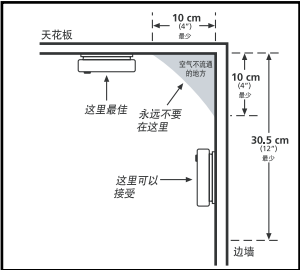
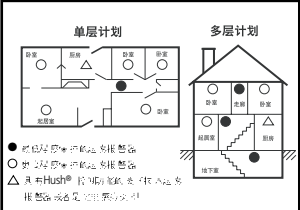

图 1
图 2
- 将报警器悬挂在天花板上时, 它与边墙至少应该有 10 厘米 (4 英寸) 的间距。(请参阅图 1)
- 将报警器安装在墙上时，请使用内壁的墙体，天花板与报警器上端的距离最少为 10 厘米（4 英寸），与下端的距离最多不超过 30.5 厘米（12 英寸）。（请参阅图 1）。
现代的车厢式住所与活动房屋都以节能的方式设计与建造。推荐烟雾报警器安装的方法如上所述（请参阅图 1 与图 2）。
用现在的标准衡量，使用时间较长的车厢式住所与活动房屋往往隔离的效果不够理想。无论是很热或是很冷，外部环境都很容易透过隔离效果很差的墙体与屋顶直接影响到室内温度。这有可能会形成隔热层，从而阻止烟雾接触到悬在屋顶的报警器。在这种建筑单元内，请使用内壁的墙体，天花板与报警器上端的距离最少为 10 厘米（4 英寸），与下端的距离最多不超过 30.5 厘米（12 英寸）。（请参阅图 1）
如果你不确定你的车厢式住所或者活动房屋的隔离状况如何，或者如果你留意到外墙与屋顶或者过热或者过冷，请将报警器安装在内壁墙上。为了取得最小程度的保护，至少要在卧室附近安装一个报警器，如果在加强保护的力度，请参阅图 2 的单层平面图。